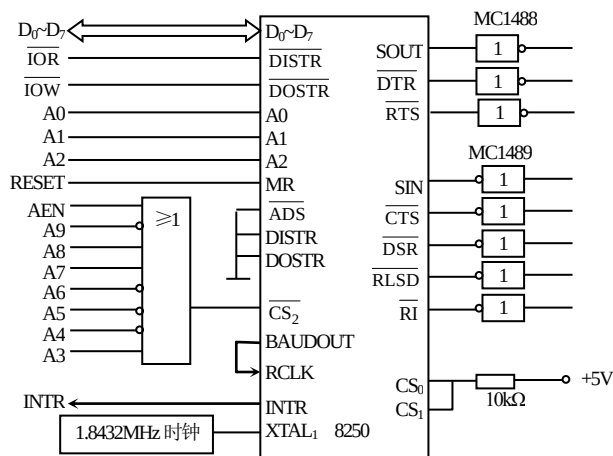

图 7.27 8250 与系统总线的连接
(1) 设计通信接口电路，画出系统硬件连接图；
(2) 完成对 8250 的初始化编程；
(3) 编写甲方的发送程序和乙方的接收程序。
解：(1) 甲、乙双方均可采用如图 7.27 所示接口。通信时可通过 RS-232 接口实现甲乙两站之间的连接。
(2) 假定通信波特率为 4800（除数寄存器值= $\frac{f_{\text{基准时钟}}}{\text{波特率} \times 16} = \frac{1.8423 \times 10^6}{4800 \times 16} = 0 \times 18$ ），每